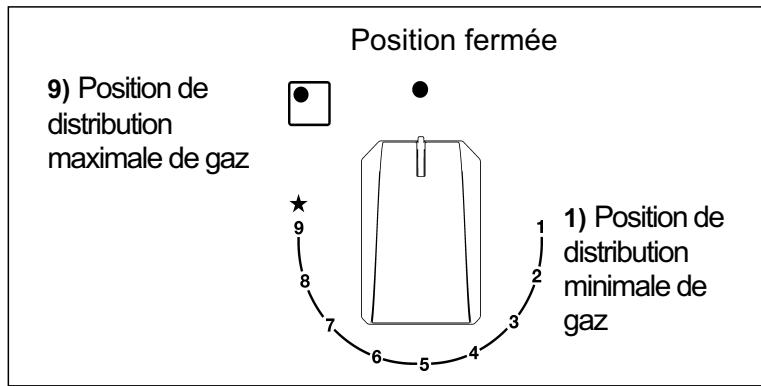

FIG. 1
Enfoncez et tournez en sens inverse horaire le bouton correspondant au brûleur à utiliser, tournez-le sur la position Maximum  (Position 9 fig. 1) puis appuyez à fond sur le bouton, le robinet est équipé d'une échelle de 9 positions, à chaque clic la flamme est réduite jusqu'à ce que vous atteigniez la position de 1, c'est-à-dire l'apport minimum de gaz.
Pour les brûleurs munis d'un thermocouple de sécurité, tournez en sens inverse horaire le bouton correspondant au brûleur à utiliser, tournez-le sur la position Maximum (Position 9 fig. 1) jusqu'à ce que vous sentiez un arrêt léger puis appuyez sur le bouton. Lorsque le brûleur est allumé, maintenez le bouton enfoncé pendant 10 secondes environ.
- Lorsque le point d'ébullition est atteint, tournez le bouton sur Minimum (Position 1, fig. 1).
- *I'allumage des brûleurs avec un thermocouple de sécurité n'est possible que lorsque le bouton se trouve sur la position Maximum (Position 9, fig. 1).*